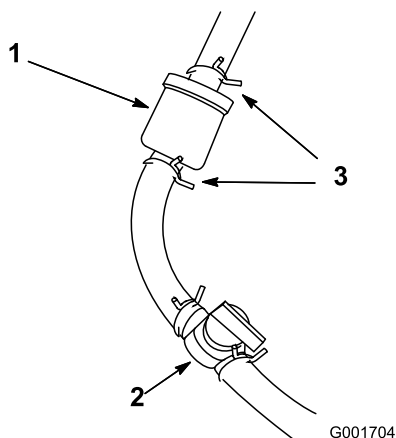

Figure 45
1. Fermez le robinet d'arrivée de carburant (Figure 45).
2. Placez un bac de vidange sous le filtre, desserrez le collier sur le côté carburateur du filtre, et débranchez la conduite de carburant du filtre (Figure 45).